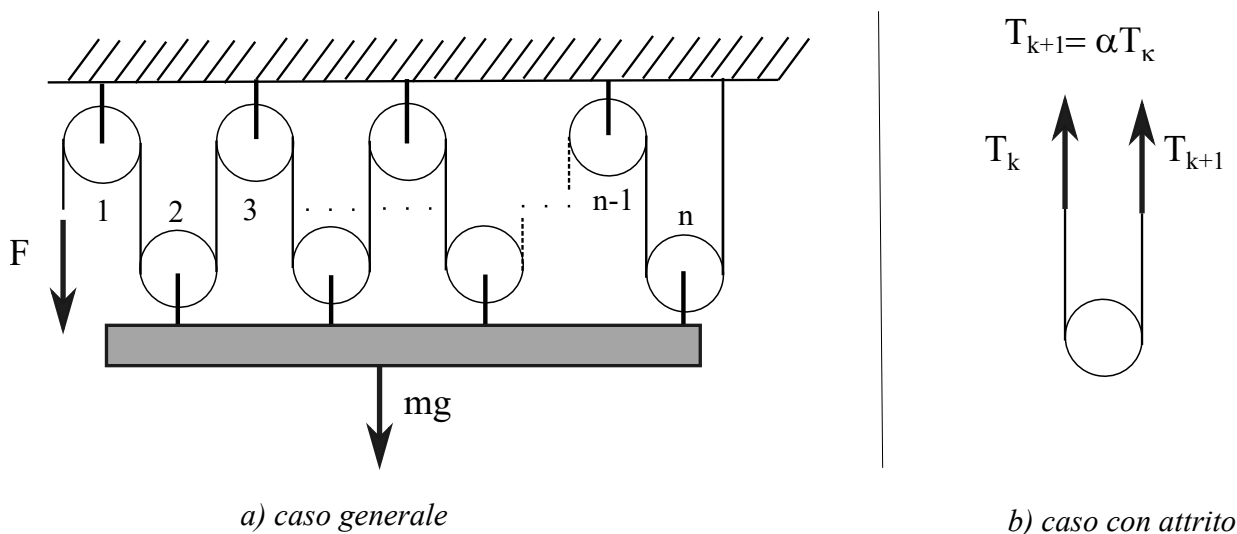

FIGURA 1
**Esercizio 1.** Il sistema di sollevamento di Figura 1, costituito da una serie di  $n$  pulegge, per metà collegate ad un telaio fisso posto in alto e per metà ad una piattaforma mobile collegata a sua volta ad un carico di massa  $m$  attraverso una fune inestensibile avvolta sulle pulegge, viene usato per sollevare il suddetto carico a velocità costante  $v$ .
Nell'ipotesi di assenza di attrito (caso a di Figura 1), si determini
Si consideri successivamente il caso in presenza di attrito (caso b di Figura 1), per cui la tensione della fune del ramo d'uscita  $T_{k+1}$  della puleggia  $k$ -esima diminuisca di un fattore percentuale  $\alpha < 1$ , rispetto alla tensione del ramo di ingresso  $T_k$ , per cui  $T_{k+1} = \alpha T_k$ .